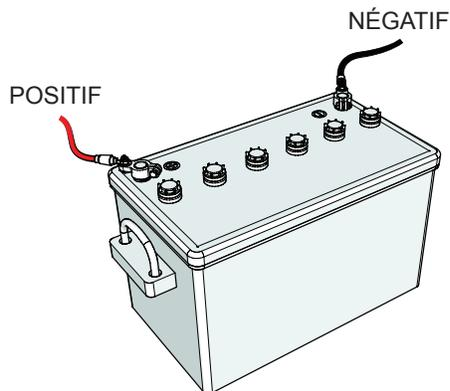

Figure 38. Connexions de la batterie
**TOUJOURS** s'assurer que les câbles de batterie (Figure 38) sont correctement connectés aux bornes de la batterie comme indiqué ci-dessous. Le **câble rouge** est relié à la borne positive de la batterie, et le **câble noir** est relié à la borne négative de la batterie.